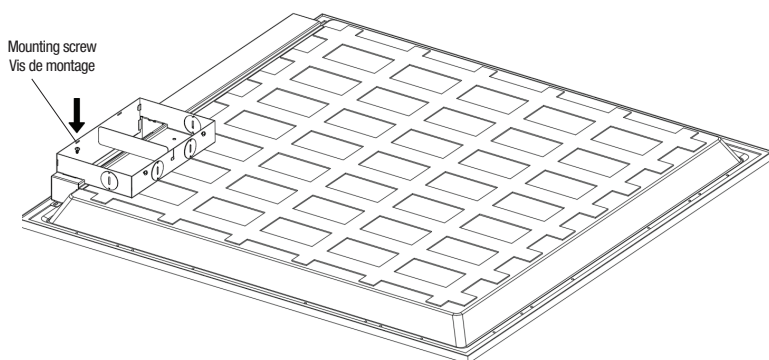

Fig. 3
4. Install the junction box on the driver box with screw (Fig. 3).
4. Installer la boîte de jonction sur la boîte de pilote des DEL avec la vis (Fig. 3).